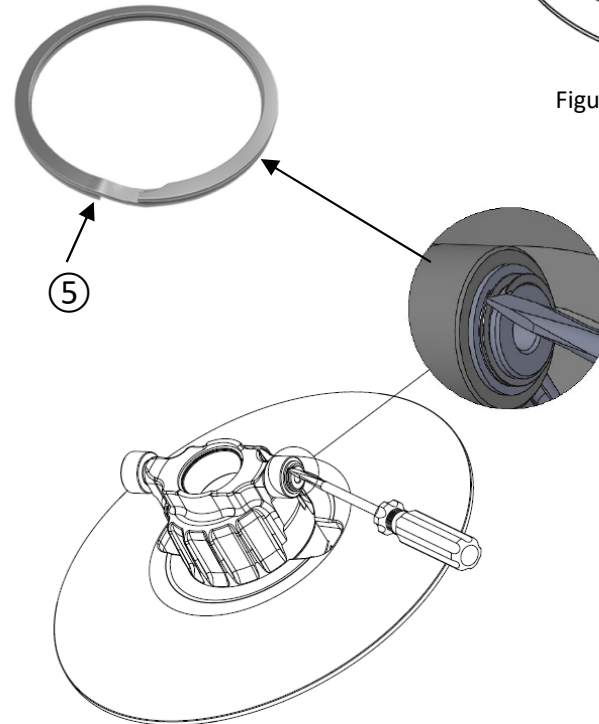

Figure 22
- À l'aide d'un tournevis à tête plate, retirez les 2 segments d'arrêt extérieur ⑤ du flasque coulissant ② (figure 22).